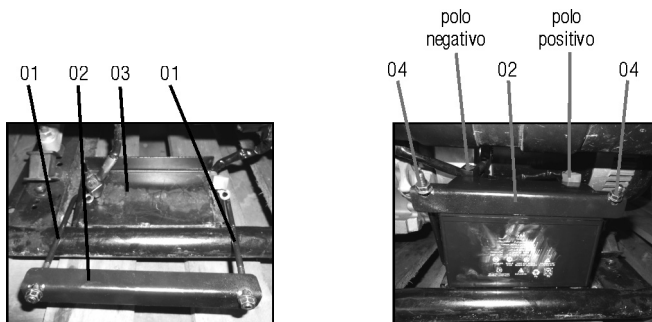

Fig. 20 – instalação da bateria
- 3 - Conecte o terminal negativo (-) do gerador no polo negativo da bateria (cor preta) (fig. 20);
- 4 - Conecte o terminal positivo (+) do gerador no polo positivo da bateria (cor vermelha) (fig. 20);
- 5 - Encaixe o suporte (peça 2) na bateria (fig. 20);